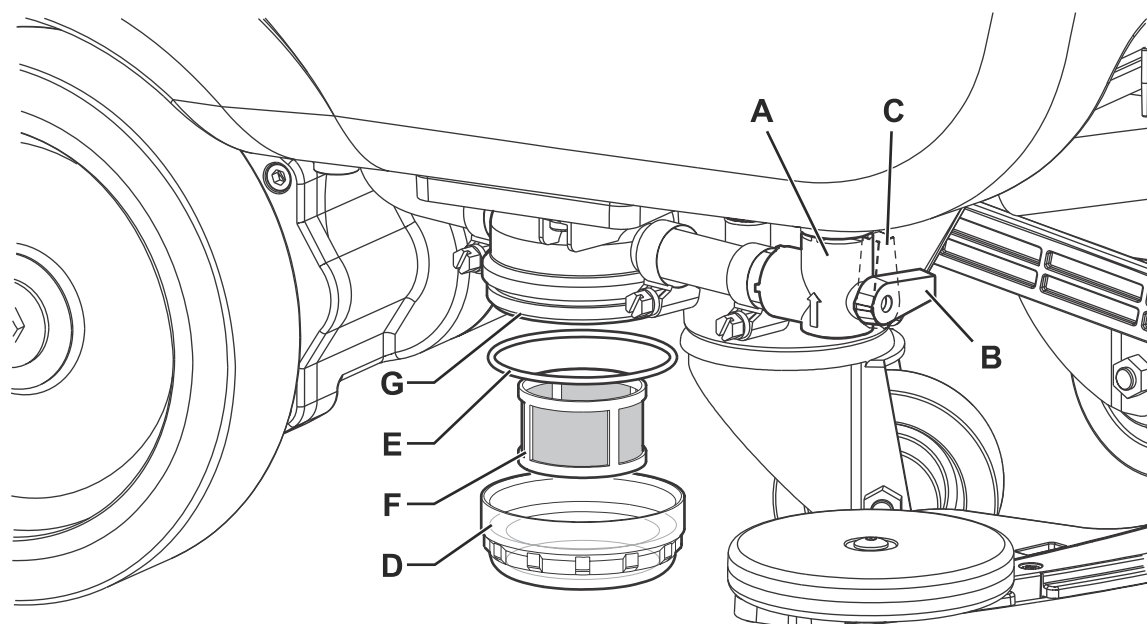

Abbildung 14
2. Sicherstellen, dass das Gerät ausgeschaltet und der Bedienschlüssel (51) herausgezogen wurde.
3. Den Hahn der Reinigungslösung (A, Abb. 14) schließen. Der Hahn ist geschlossen, wenn er sich in der Stellung (B) befindet, und er ist geöffnet, wenn er in der Stellung (C) ist.
4. Den durchsichtigen Becher (D) abnehmen, Dichtung (E) beiseite legen und Siebfilter (F) entfernen. Mit Wasser waschen und abspülen, dann wieder sorgfältig am Filterhalter (G) befestigen.
5. Den Hahn (A) öffnen.